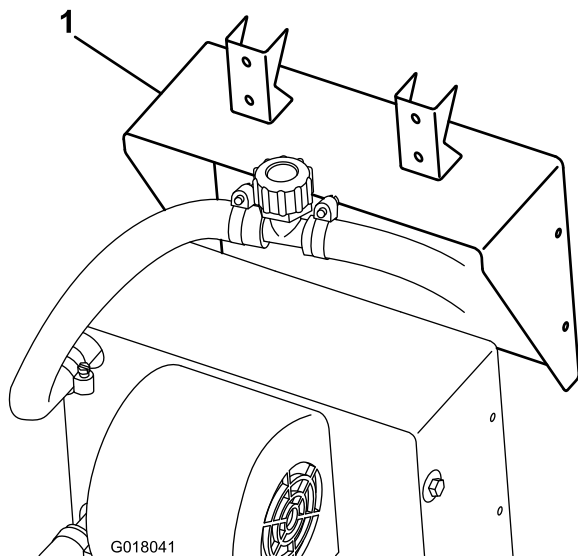

Figure 21
- Fixez le support de chauffage au chauffage avec les vis fournies avec le chauffage (Figure 21).